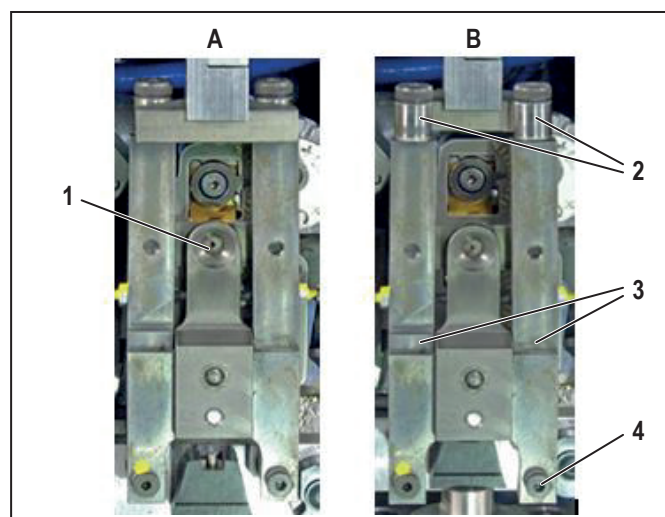

图8.3 在操作位置 (A) 以及拉向前方 (B) 的多股导线固定设备
- ▶ 将多股导线固定设备往前拉 (图8.3, B)。
- ▶ 确认滚轮 (2) 是否可以自由移动。必要时，润滑滚轮的旋转点。
- ▶ 为多股导线固定设备的旋转点 (4) 上油。
- ▶ 请确保多股导线固定设备在正面 (图8.3, B)。
- ▶ 移除多股导线固定设备的右下方螺钉 (图8.3, 4)。